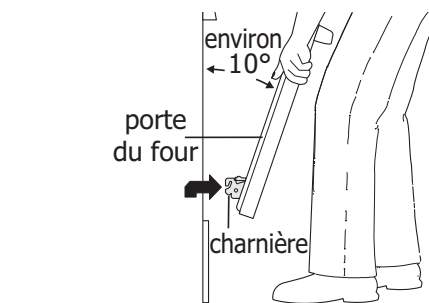
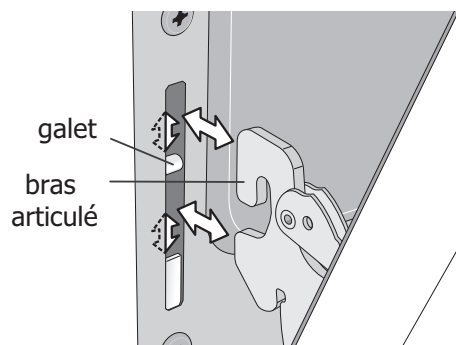

Figure 32 : Soutien de la porte pour la dépose
Figure 33 : Repos du bras articulé et du galet
3. Saisir fermement les deux côtés de la porte du four. Ne pas la soulever par la poignée (voir Figure 32).
4. Ouvrir la porte à un angle d'environ 10 degrés du cadre de porte (voir Figure 32).
5. Soulever les bras articulés hors des galets situés de part et d'autre du cadre de four (voir Figure 33).
1. Saisir fermement les deux côtés de la porte du four. Ne pas la soulever par la poignée (voir Figure 32).
2. Tout en tenant la porte au même angle que pour la dépose, asseoir le crochet du bras articulé sur les galets situés de part et d'autre du cadre de four (voir Figure 32 et Figure 33). Le crochet du bras articulé doit s'asseoir fermement sur les galets.